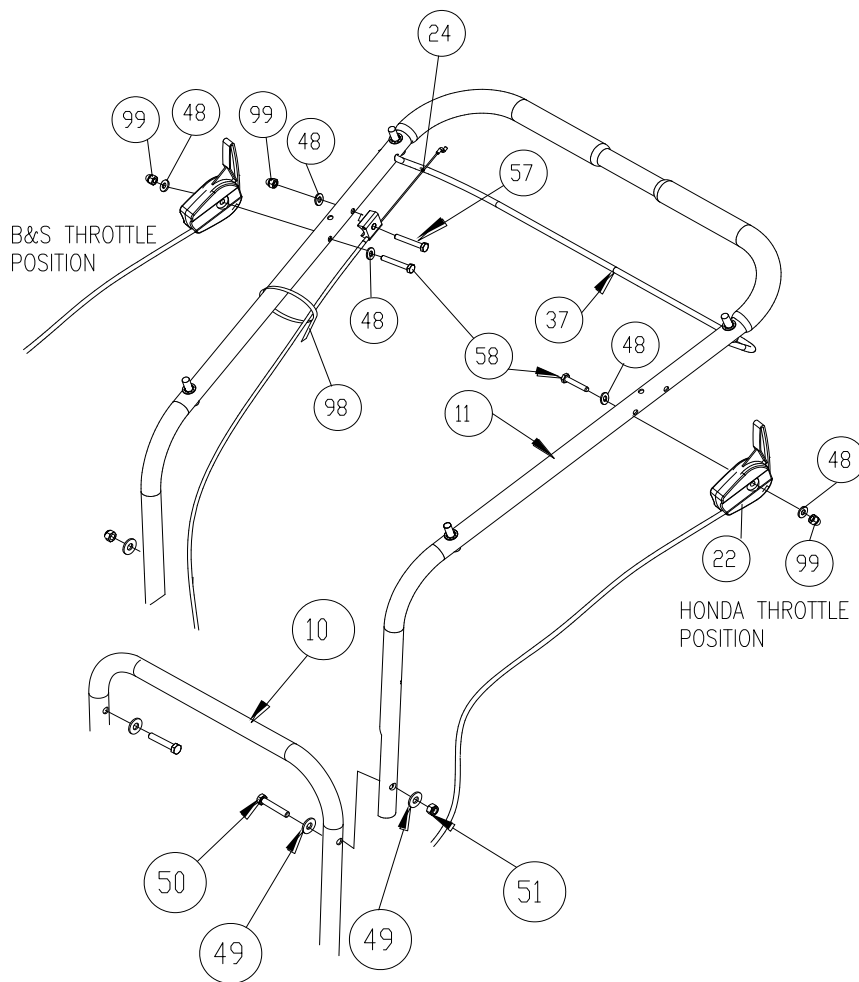

Fig. 1
1. Start med at **SAMLE** den øverste del af styret (element 11) ved hjælp af hardware fra reservedelsposen (elementerne 50, 49, og 51) og forbind herefter med den nederste del (element 10). Stram alle skruer godt. (Se *fig. 1*.)